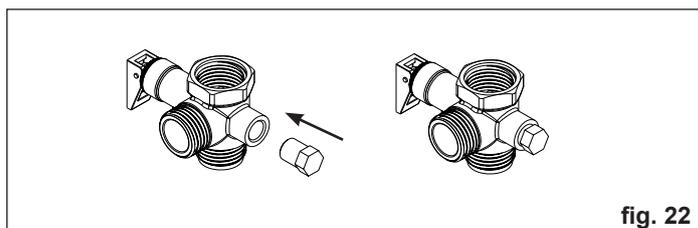

fig. 22
- Inserire il tappo nella valvola come indicato in fig. 22 utilizzando un sigillante.